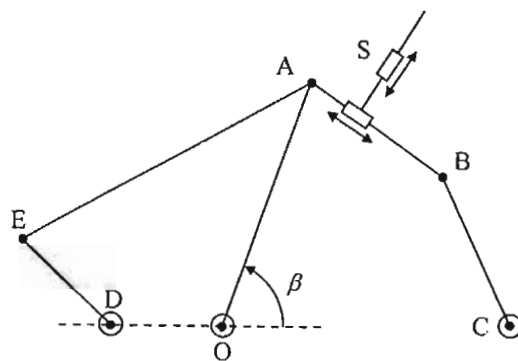

Figura 2
- En caso negativo, diseñar una díada de accionamiento (figura 2) tal que la barra \overline{OA} pueda oscilar entre $\beta = 45^\circ$ y $\beta = 90^\circ$ siendo $\overline{OD} = 100\text{mm}$. (1.5p)